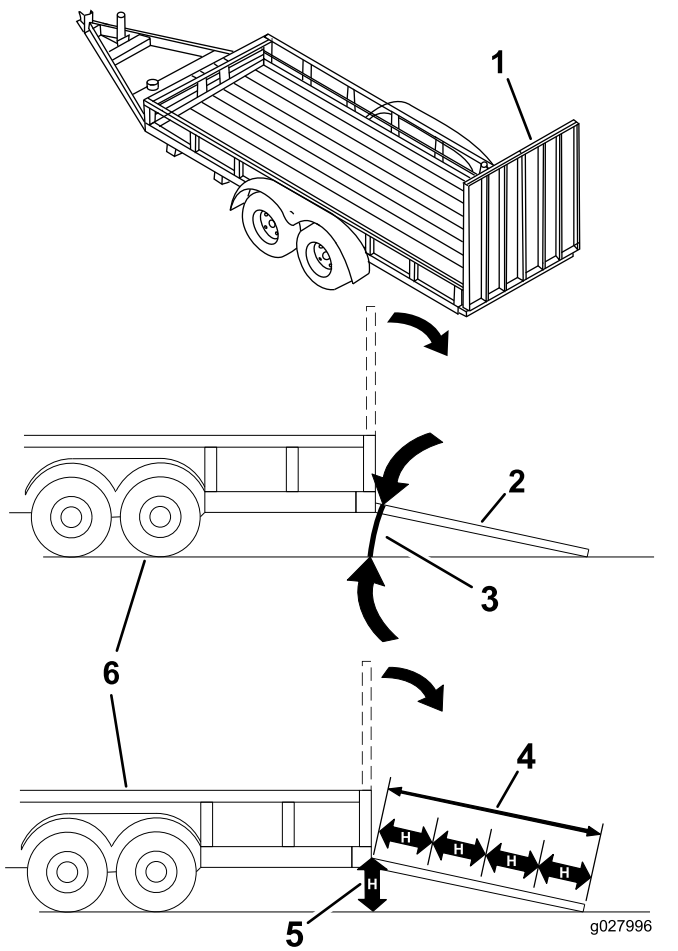

Figure 33
Le chargement de la machine sur une remorque ou un camion augmente le risque de basculement, et donc de blessures graves ou mortelles (**Figure 33**).
1. Abaissez la rampe pour que l'angle avec le sol ne dépasse pas 15 degrés (Figure 33).